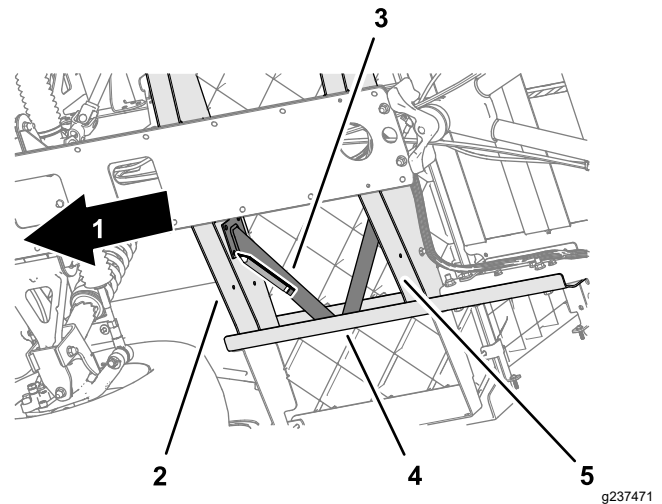

Bild 15
Hinterrahmenkanal der Maschine aus (Bild 15).
- Fluchten Sie die Bodenstrebe parallel mit dem Boden aus (Bild 15).
3. Verwenden Sie die Bodenstrebe als Schablone und markieren Sie die Lochpositionen am Seitenrahmenkanal und an den Bodenkanälen (Bild 15, Bild 16 und Bild 17).